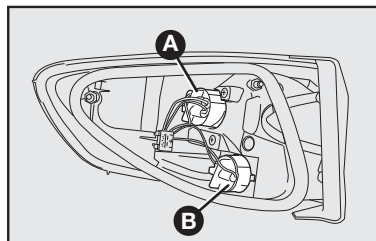

fig. 45
A-fig. 45: Luz de posição traseira / luz e freio.
B-fig. 45: Luz de direção (seta) traseira.
3) Para substituir a lâmpada da luz de direção, girar no sentido anti-horário a tampa porta-lâmpadas **B-fig. 45**, empurrar levemente a lâmpada e girá-la no sentido anti-horário. Em seguida,